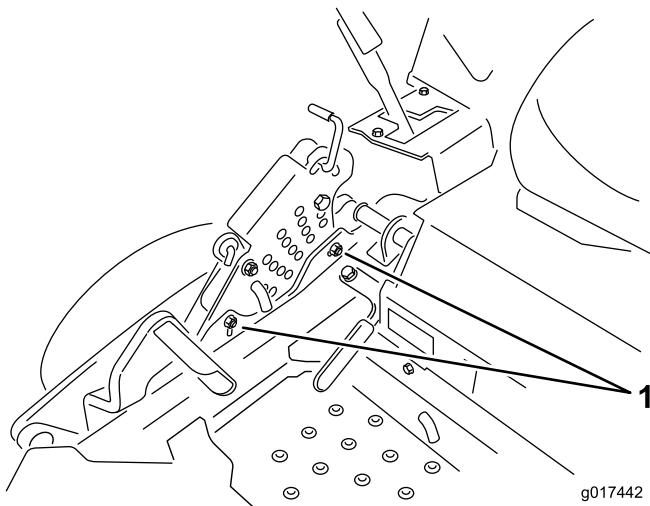

Figura 74
12. Para ajustar el sistema de ajuste de un solo punto, afloje los dos pernos situados cerca del borde inferior de la pletina de altura de corte. Consulte Figura 74.
14. Apriete los dos pernos situados cerca del borde inferior de la pletina de altura de corte (Figura 74). Apriete a 37–45Nm (27–33pies-libra).